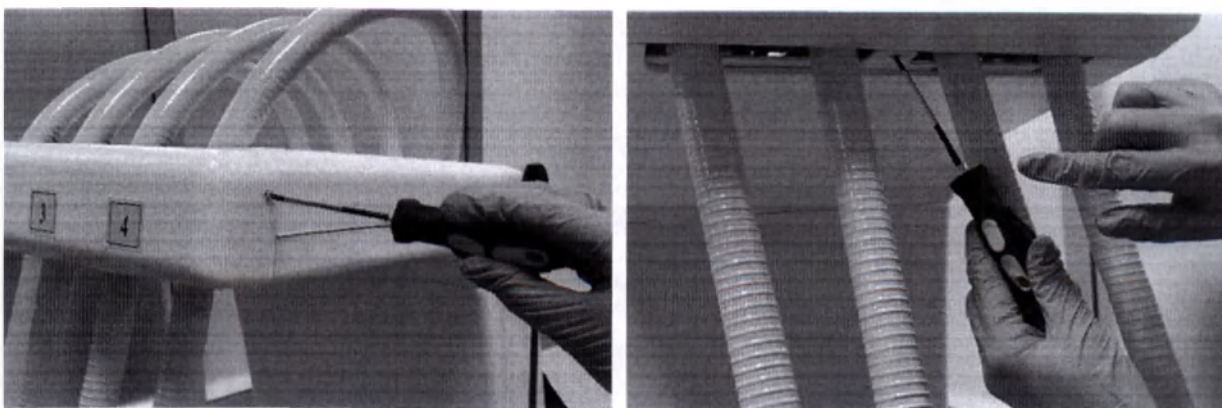

Рис.8.18 – Установка защитной крышки
8.4.13. Установите защитную крышку в посадочные отверстия и закрепите ее в трех положениях (правое и левое боковые положения, нижнее положение) с помощью винтов и крестовой отвертки как показано на рис.8.18.